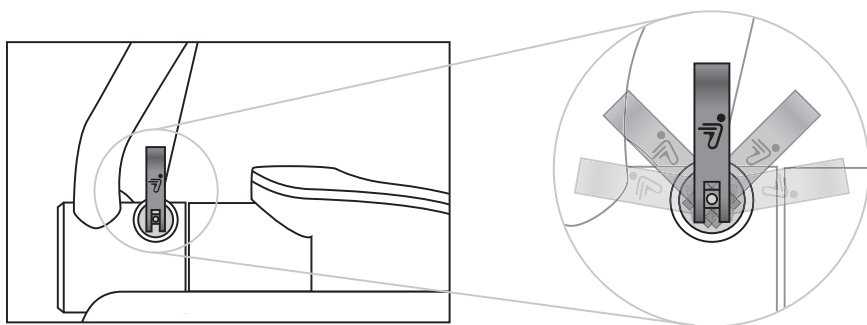

図 6. ツールレスリリースハンドルの位置を正す
6. 締め付けた後、ツールレスリリースハンドルが図 6 に示す影の部分のどこかに位置していることを確認してください。